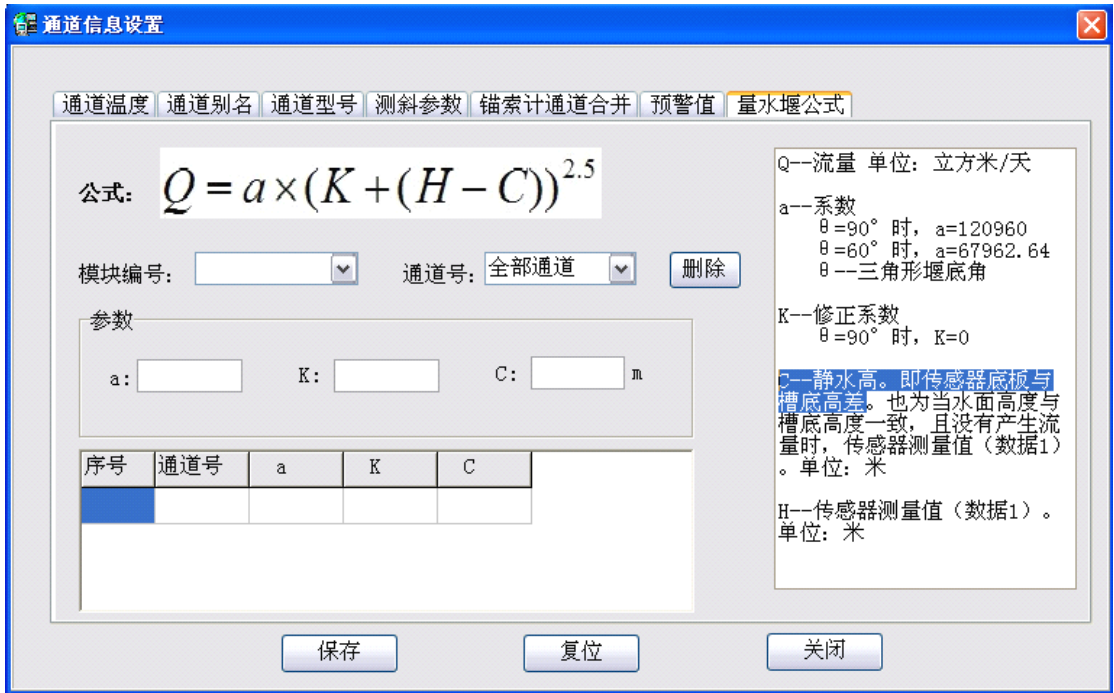

图 17 量水堰公式
g) 量水堰公式: 针对现场以及本公司测试得到的数据, 可以在这项设置中得到量水堰的流量。公示中 “a” 为系数, “K” 为修正系数, “C” 传感器底板与槽底高差, “H” 传感器测量值如图 17.